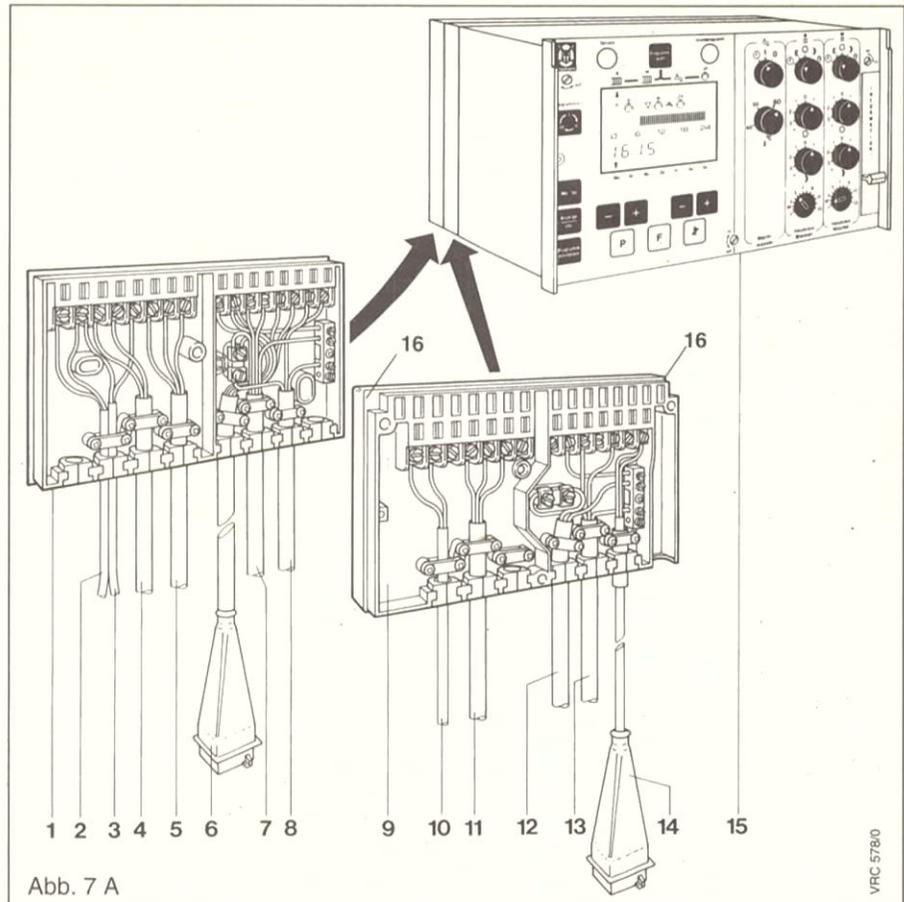

Abb. 7 A
Den 9-poligen Anschlußstecker (14), wie in Abb. 7 C gezeigt, an der VIH-Anschlußbuchse des Kessels aufstecken.